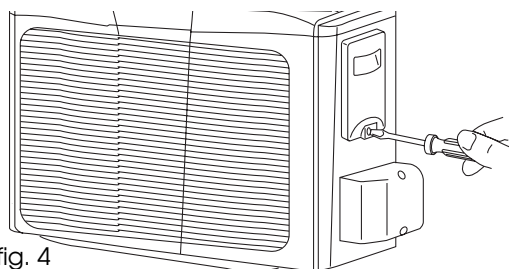

fig. 4
- 2) Retire a protecção da ligação eléctrica situada na unidade externa, desapertando o respectivo parafuso. (Fig. 4)